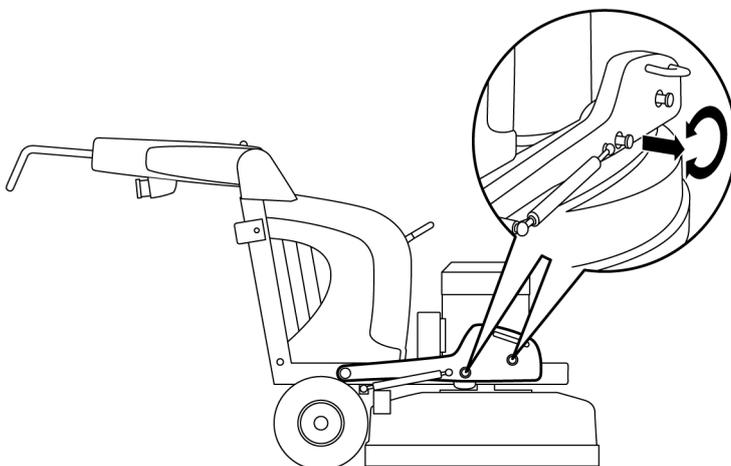

Figure 4-3. Poids en position avant
- Tirez sur chaque cheville et verrouillez-les dans cette position sortie en les tournant dans le sens de la flèche, voir Figure 4-3, page 15.
Pour obtenir une pression de ponçage supérieure et par conséquent une puissance de ponçage supérieure, les poids doivent être réglés en position avant, voir Figure 4-3, page 15.